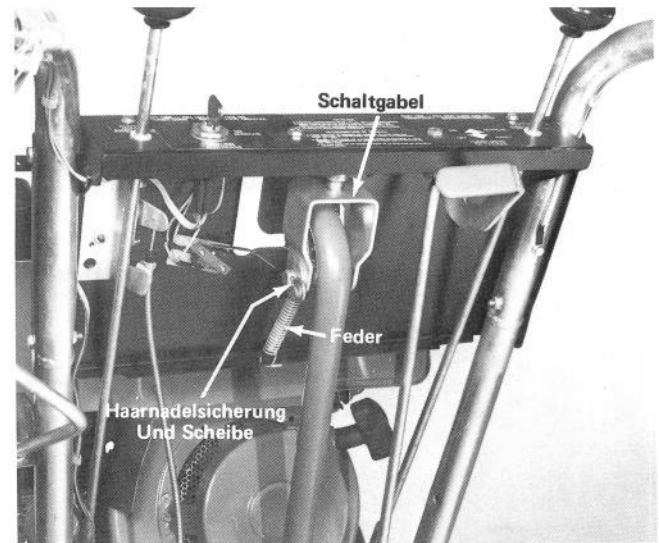

Abb. 12
2. Den 1. Gang einlegen. Haarnadelsicherung, Scheibe und Gabelbolzen von der Schaltgabel entfernen (Abb. 12). Dann das Schaltgestänge wegdrücken und die Schaltgabel um eine volle Umdrehung nach links oder rechts drehen (Abb. 12) und anschliessend das Schaltgestänge wieder befestigen.
Anmerkung: Durch Rechtsdrehung der Schaltgabel wird der Ganghebel nach unten und durch Linksdrehung nach oben verstellt (Abb. 12).